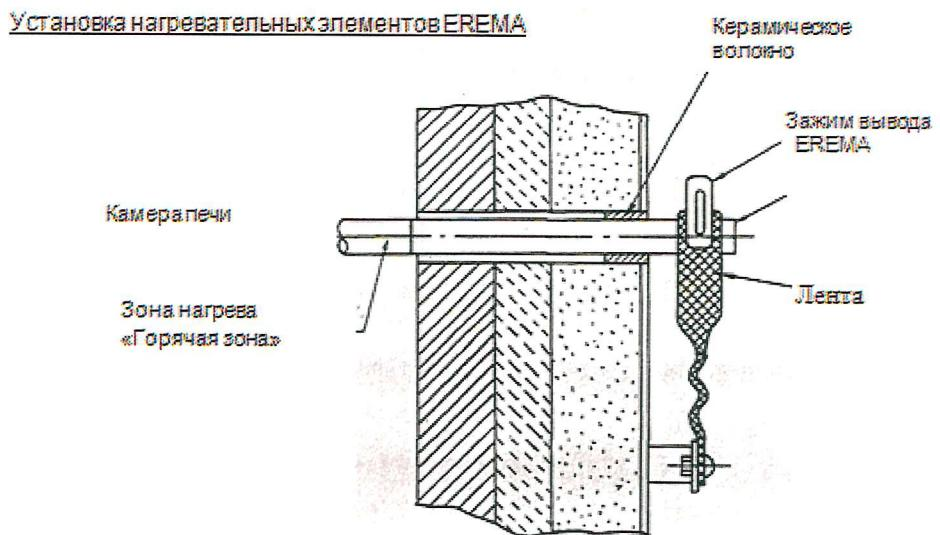

Рис. 3 Установка зажимов и хомутов
4.10 После установки элементов EREMA в печь, необходимо закрепить токопроводящие шлейфы (ленты). При этом убедитесь, что зажимы (хомуты) не контактируют с поверхностью печи или прилегающими соединениями. Кроме того, рекомендуется оставлять зазор 20-25 мм до места установки зажима. Схема установки зажимов и лент показана на рис. 3